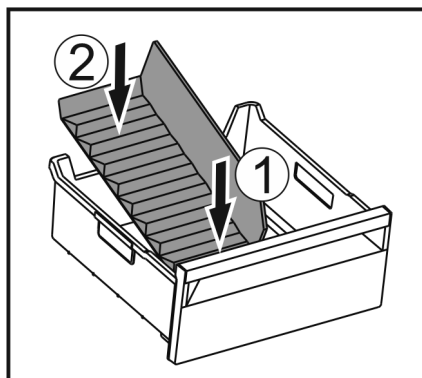

Fig. 107
- ▶ Sæt den forreste del af frostrumsadskilleren ned. Fig. 107 (1)
- ▶ Sæt den bageste del af frostrumsadskilleren ned i skuffebunden. Fig. 107 (2)